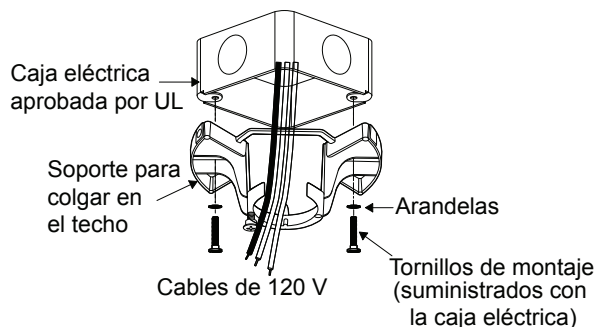

Fig. 6
**Paso 3.** Pasa los cables de alimentación de 120 V desde la caja eléctrica del techo a través del centro del soporte de montaje del techo. (Fig. 6)
**Paso 4.** Fija el soporte de montaje en el techo a la caja eléctrica con los tornillos y las arandelas que se incluyen con la caja eléctrica. (Fig. 6)